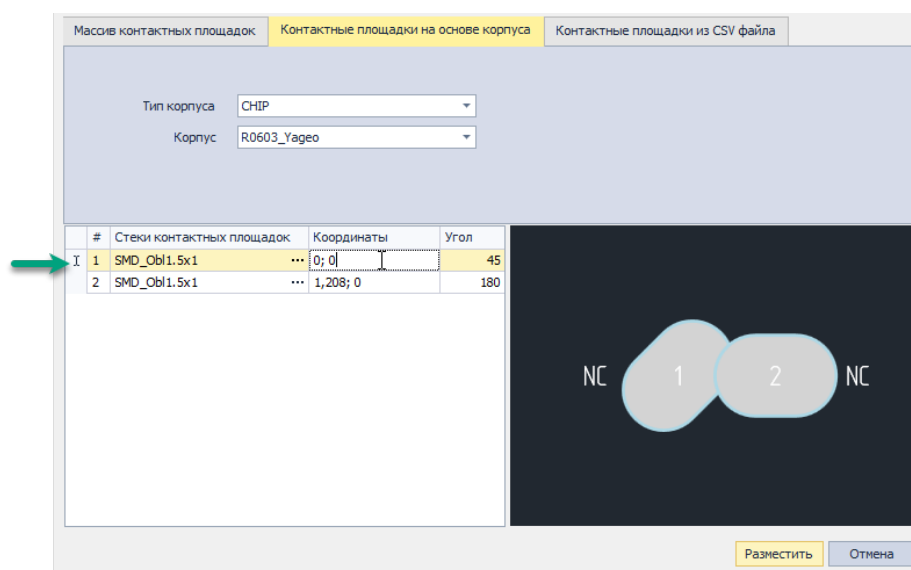

Рис. 107 Изменение координаты и угла поворота контактной площадки
5. Скорректируйте, при необходимости, координаты и угол поворота элементов массива в столбцах «Координаты» и «Угол», см. Рис. 107.